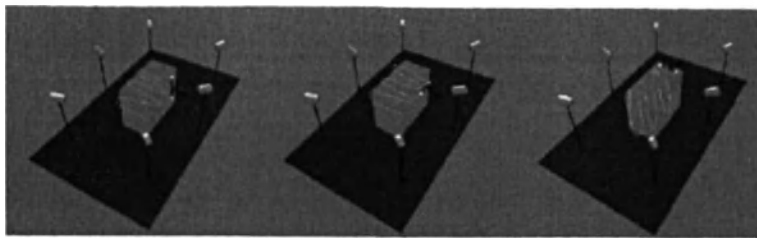

Рис. 74 Схема перемещений калибровочной трости.
- Рекомендуется перемещать трость в одном направлении за один раз. Начните, держа трость в направлении Z, т.е. прямой участок между маркерами трости должен быть параллелен оси Z. Перемещайте трость в пределах всего пространства измерения. Важно заполнить все пространство измерений точками калибровки. Убедитесь, что нижняя и верхняя части пространства покрыты взмахами трости. Повторите ту же процедуру с тростью в направлениях X и Y. Особенно важно собрать калибровочные точки там, где будет располагаться большинство маркеров во время захвата движения (Рис. 74).